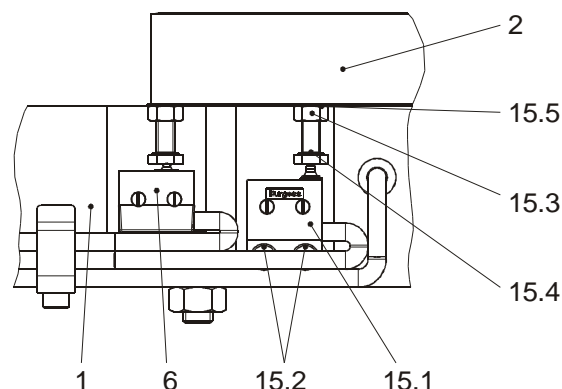

Fig. 10
## Monitoreo de desgaste (15) Fig. 10 (opción en función de tipo)
Se requiere solamente un microinterruptor para el monitoreo de desgaste (15) para cada freno ROBA®-twinstop®, que se monta en el freno, ver Fig. 10.
## Ajuste e inspección del funcionamiento de los micros de contacto (15.1) en fábrica, ver Fig. 10